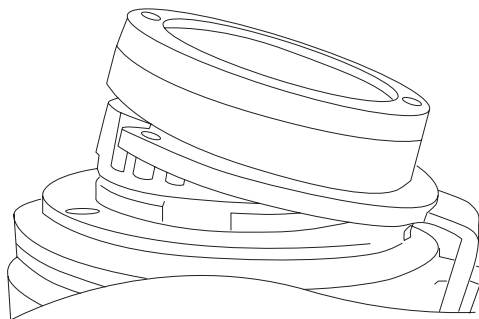

Рис. 7
3. Установите пневматический привод в сборе, заведя вилку корпуса подшипника **A** в паз фланца **B** (Рис. 7, 8).